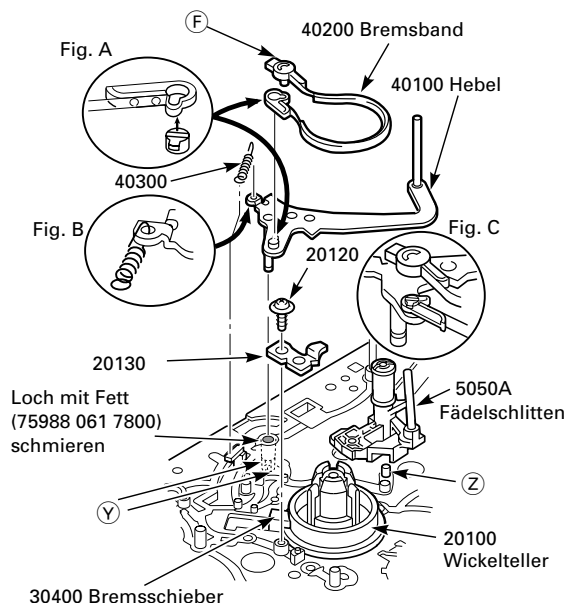

Fig. 8.15
- Schraube (20120) herausdrehen und Sicherungswinkel (20130) entfernen (Fig. 8.15).
- Führungshülse gemäß Fig. 8.15 fetten (75988 061 7800) und Bandzughebel zwischen Fädelschlitten und Anschlag **Z** in der Führungshülse einrasten. Feder (40300) gemäß Fig. B einhängen.
- Die Enden des Bremsbandes müssen, wie in Fig. C dargestellt positioniert werden (Fig. 8.15).
- Schraube (20120) herausdrehen und Sicherungswinkel des Bremsbandes (20130) entfernen (Fig. 8.15).
- Rasthaken ⑥ lösen und das Bremsband (40200) an diesem Ende abnehmen (Fig. 8.15).